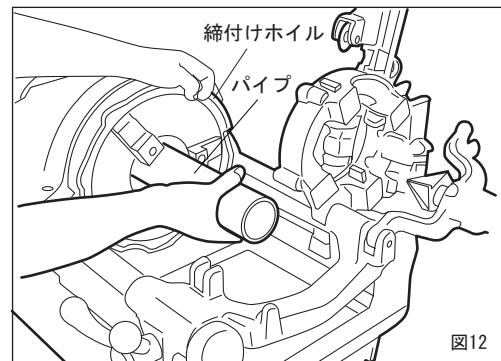

図12
6.パイプの取付け、取外し(図12)
■短管ねじ切りのパイプのつかみ方(図12)